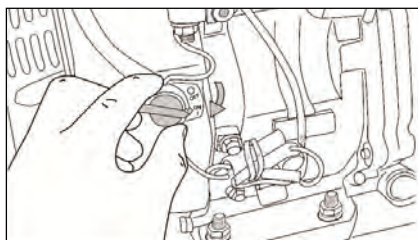

**Рис. 38**
6. Включите зажигание, повернув рукоятку рычага в положение «ON» (рис. 38).